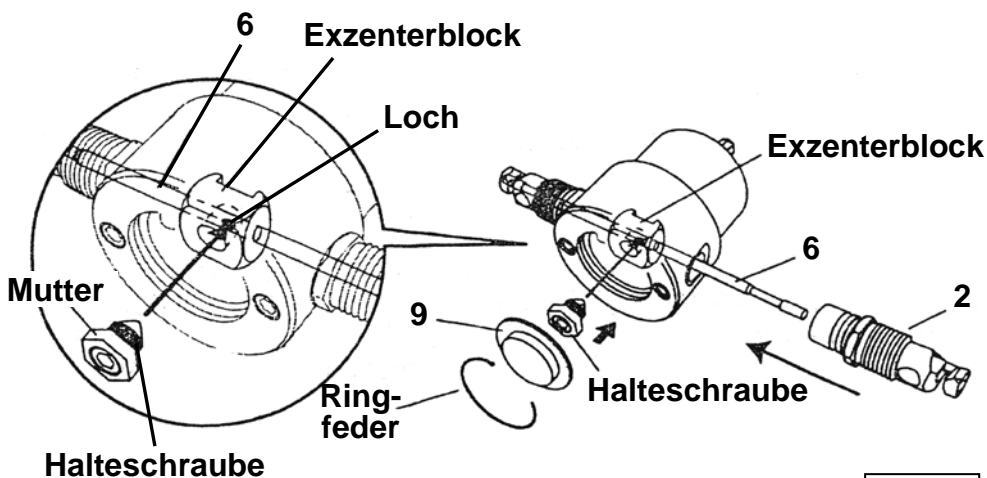

Bild 6
- Montieren Sie das Gerät in umgekehrter Reihenfolge: Setzen Sie die Abdeckkappe auf und sichern Sie diese mit der Ringfeder. Setzen Sie die Schneidwellenhalter ein und fixieren Sie diese mit den Halteschrauben. Schrauben Sie den Handgriff auf (Bild 6).
6. Re-assemble the unit in reverse order: Install the cover and the coil spring. Install the cutting shaft holders and secure them with the fixing screws. Then screw the handle on the cutting shaft holder (fig. 6).